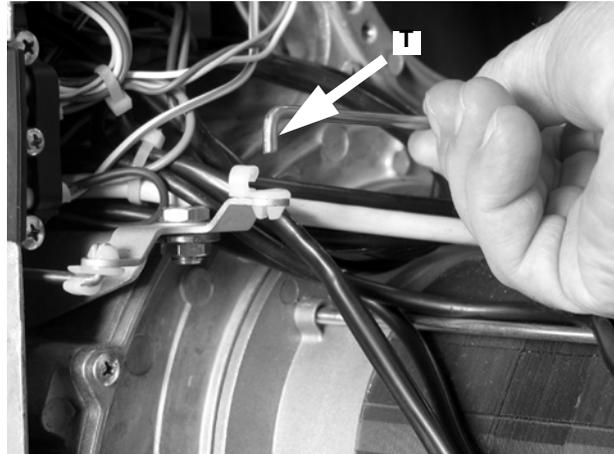

Fig. 45
- Retirez la tige T de son logement comme indiqué à la Fig. 45.
Remonter la tige T (Fig. 45).